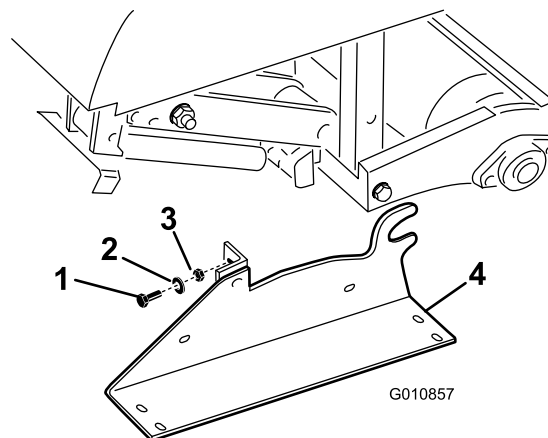

Figura 25
2. Rimuovete i bulloni, le rondelle di bloccaggio e i dadi che fissano i supporti di rimessaggio su entrambi i lati dell'arieggiatore (Figura 25).